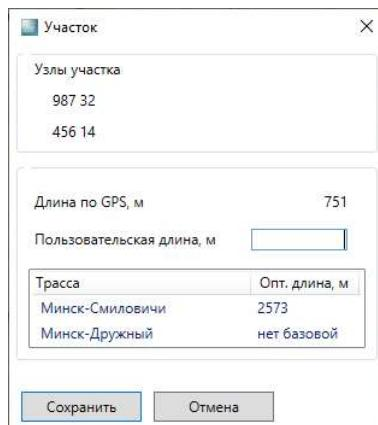

Рисунок 5-16. Участок
1. Чтобы ввести/изменить или посмотреть информацию об участке нужно навести курсор на участок и нажать правую кнопку мыши. Появится контекстное меню участка, в этом меню нужно выбрать пункт «Информация». В результате появится окно «Информация об участке» Рисунок 5-16.
2. Чтобы посмотреть, как проходят трассы на карте, которым принадлежит данный участок, необходимо навести курсор в таблице на строчку требуемой трассы Рисунок 5-16, нажать правую кнопку и выбрать появившееся контекстное меню «**Показать трассу**». Выбранная трасса на карте подсветиться ярко-зеленым цветом. После нажатия кнопки  на вкладке «ГИС» выделение будет снято.